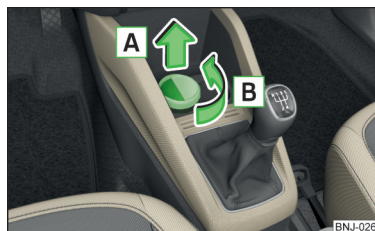

Fig. 72
- Scoateți scrumiera în sensul săgeții **A** » fig. 72.